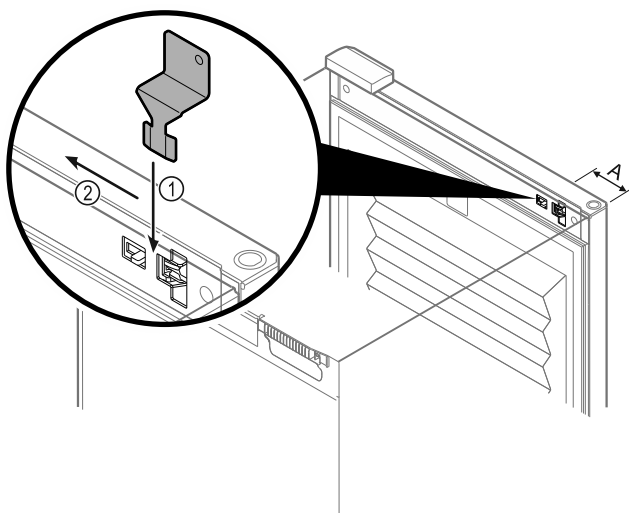

Fig. 217
- Coloque la llave de desbloqueo de emergencia en el lugar indicado Fig. 217 (A) ≈ 100 mm.
- Introduzca la llave de desbloqueo de emergencia Fig. 217 (1) entre la puerta y el cuerpo del electrodoméstico desde la parte superior hasta el tope.
- Tire de la llave de desbloqueo de emergencia hacia la bisagra. Fig. 217 (2)